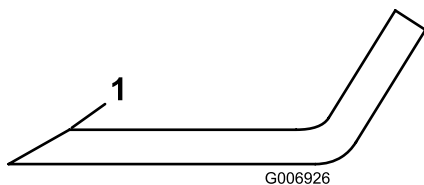

Figure 68
5. Examinez les tranchants de toutes les lames. aiguisiez-les s'ils sont émoussés ou ébréchés. N'aiguissez que le haut du tranchant et conservez l'angle de coupe d'origine pour obtenir une coupe nette (Figure 68).
6. Si elles sont émoussées ou ébréchées, n'affûtez que le haut du tranchant et conservez l'angle de coupe d'origine (Figure 68).